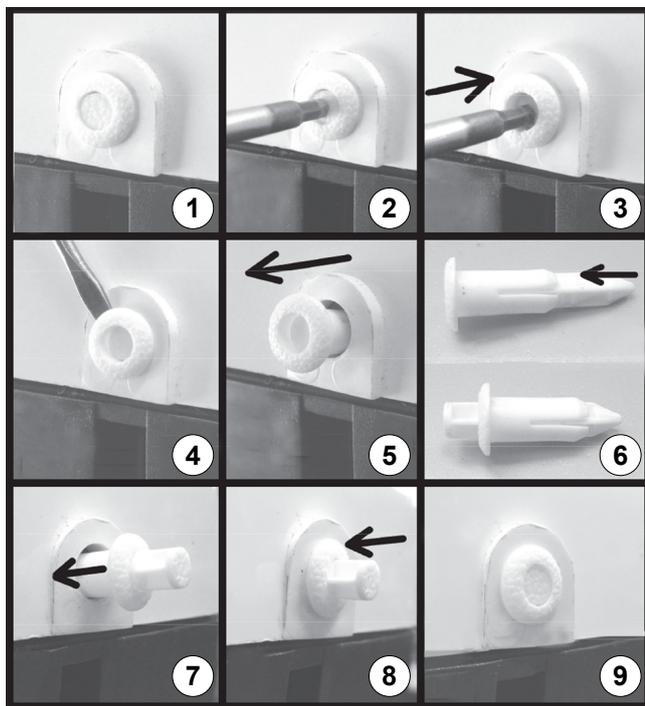

Fig. 18
- Pour extraire les rivets, procédez de la manière indiquée dans («Fig. 18»).